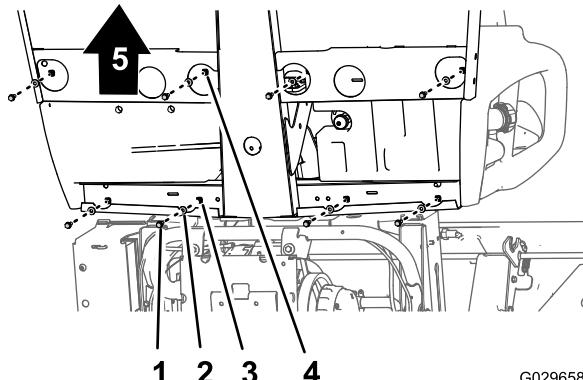
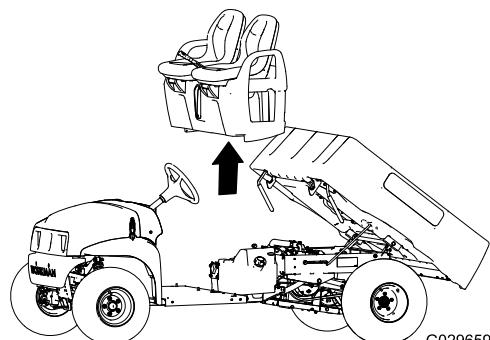

Рисунок 43
Рисунок 44
1. В нижней части машины выверните 8 болтов с фланцевыми головками и 8 шайбами, которые крепят основание сиденья к панели пола и заднему швейлеру кабины (Рисунок 43).
2. Осторожно поднимите сиденья, основание сиденья и тросы стояночного тормоза с машины (Рисунок 43).
- Поднимите сиденья и основание сиденья для установки на машину и совместите тормозные тросы с ходовой частью (Рисунок 43 и Рисунок 44).
- Совместите отверстия в основании сиденья с отверстиями в панели пола и заднем швеллере кабины (Рисунок 43 и Рисунок 44).